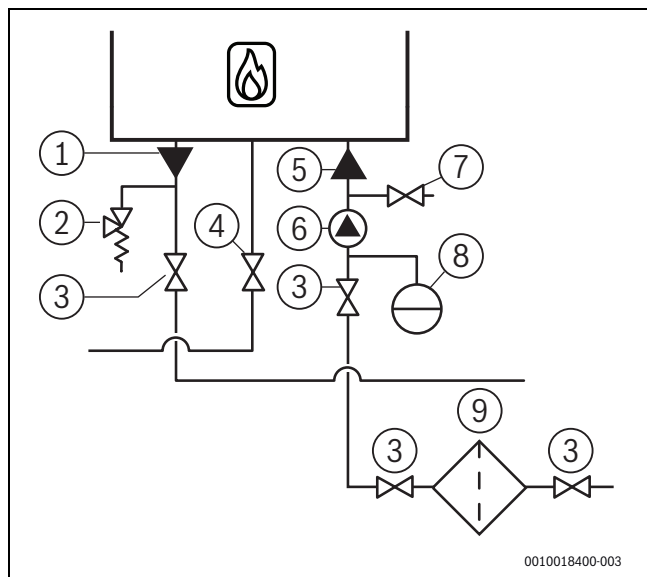

Рис. 18 Подключение труб для воды в системе отопления
- ▶ Установите соединение для расширительного бака и предохранительного клапана непосредственно под котлом и над сервисными клапанами. (→ рис. 18, стр. 18).
- ▶ Установите запорный кран в подающем и обратном патрубках (→ рис. 18, стр. 18).